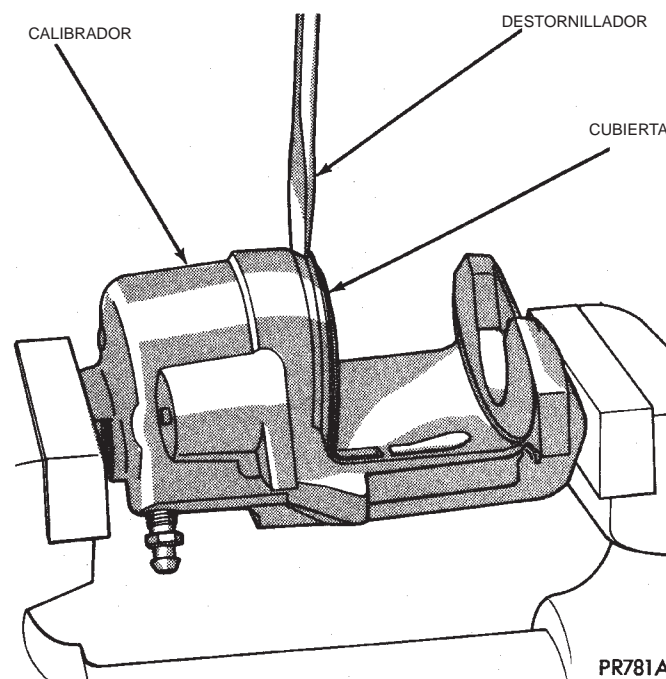

Fig. 177 Desmontaje del calibrador/cubierta guardapolvo del pistón
(5) Para desmontar el calibrador, instale una mordaza equipada con mandíbulas protectoras.
(6) Retire las camisas y los casquillos de los pasadores de guía. Consulte Desmontaje de casquillos de pasadores de guía en la sección de desensamblaje del calibrador de este manual.
(7) Retire la cubierta guardapolvo del pistón del calibrador y deséchela (Fig. 177).